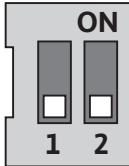

Fig. 31 : Interrupteur DIP
L'interrupteur DIP (fig. 9, pos. 6/fig. 31) se trouve sous le capot de l'appareil.